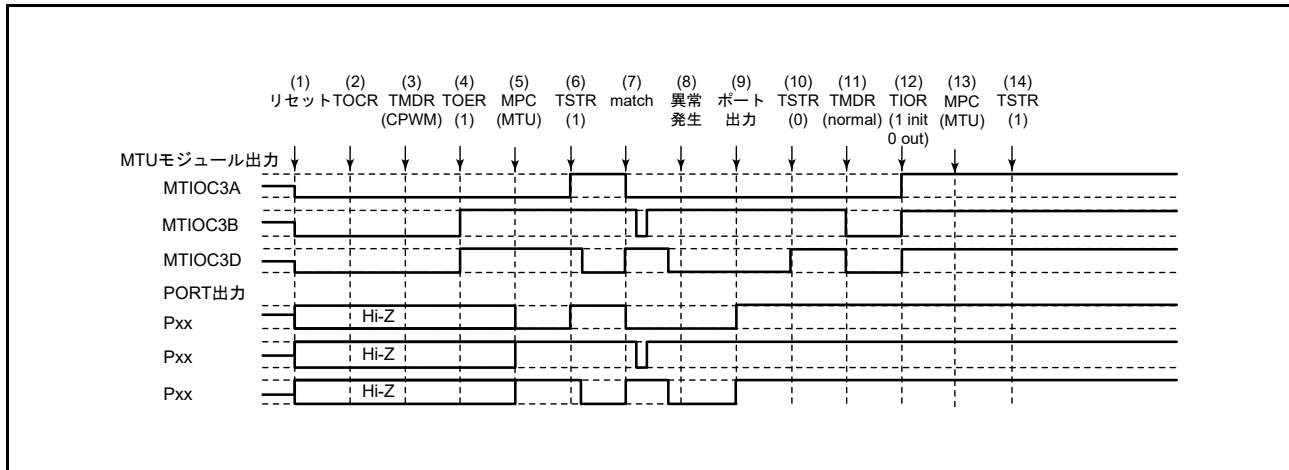

図 23.136 相補 PWM モードで異常が発生し、ノーマルモードで復帰する場合
相補 PWM モードで異常が発生し、再設定後ノーマルモードで再スタートする場合の説明図を図 23.136 に示します。
(1) ~ (10) は図 23.136 と共通です。
(11) PWM モード 1 を設定してください (MTU 出力は Low となります)。
(12) TIOR レジスタで端子を初期化してください。なお、PWM モード 1 では MTIOCnB (MTIOCnD) 端子に波形が出力されません。出力すべきレベルがある場合は、I/O ポートのポート方向レジスタ (PDR)、ポート出力データレジスタ (PODR) で汎用出力ポートの設定をしてください。
(13) MPC と I/O ポートのポートモードレジスタ (PMR) で MTU 出力としてください。
(14) TSTR レジスタで再スタートします。
(23) 相補 PWM モードで動作中に異常が発生し、相補 PWM モードで再スタートする場合の動作
(11) MPC と I/O ポートのポートモードレジスタ (PMR) で MTU 出力としてください。
(12) TSTR レジスタで再スタートします。
(13) コンペアマッチの発生により相補 PWM 波形を出力します。
(24) 相補 PWM モードで動作中に異常が発生し、相補 PWM モードで新たに再スタートする場合の動作
(1)～(10)は図 23.136 と共通です。
(11) ノーマルモードを設定し新しい設定値を設定してください（MTU 出力は Low となります）。
(12) TOER レジスタで MTU3、MTU4 の出力を禁止してください。
(13) TOCR レジスタで相補 PWM モードの出力レベルと周期出力の許可 / 禁止を選択してください。
(14) 相補 PWM モードを設定します。
(15) TOER レジスタで MTU3、MTU4 の出力を許可してください。
(16) MPC と I/O ポートのポートモードレジスタ（PMR）で MTU 出力としてください。
(17) TSTR レジスタで再スタートします。
(25) 相補 PWM モードで動作中に異常が発生し、リセット同期 PWM モードで再スタートする場合の動作
(11) ノーマルモードを設定してください (MTU 出力は Low となります)。
(13) TOCR レジスタでリセット同期 PWM モードの出力レベルと周期出力の許可 / 禁止を選択してください。
(14) リセット同期 PWM モードを設定します。
(16) MPC と I/O ポートのポートモードレジスタ (PMR) で MTU 出力としてください。
(26) リセット同期 PWM モードで動作中に異常が発生し、ノーマルモードで再スタートする場合の動作